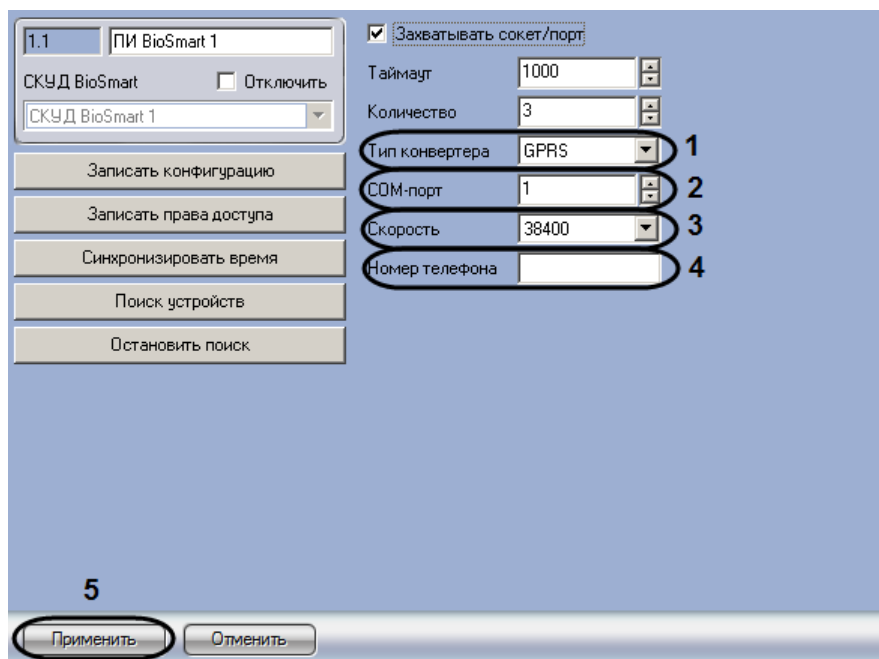

Рис. 3.3—5 Настройка подключения контроллеров BioSmart через конвертер GPRS-485
1. Перейти на панель настроек объекта **ПИ BioSmart** (Рис. 3.3—5).
2. Из раскрывающегося списка **Тип конвертера** выбрать значение **GPRS**(см. Рис. 3.3—5, 1).
3. В поле **COM-порт** ввести номер виртуального COM-порта, используемого для подключения *СКУД BioSmart* (см. Рис. 3.3—5, 2).
4. Из раскрывающегося списка **Скорость** выбрать скорость обмена данными с контроллерами *СКУД BioSmart* (см. Рис. 3.3—5, 3).
5. В поле **Номер телефона** ввести номер телефона, присвоенный SIM-карте, используемой в конвертере GPRS-485 (см. Рис. 3.3—5, 4). Номер вводится в формате +79xxxxxxx, где x – цифры номера.
6. Нажать на кнопку **Применить** (см. Рис. 3.3—5, 5).